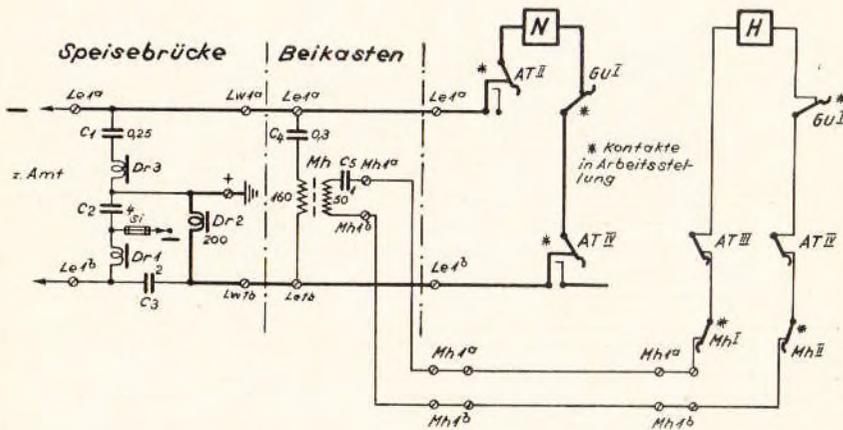

Bild 228. Nebenstelle führt Amtsgespräch; Hauptstelle hört mit.
5. Mithören und Mitsprechen (Bild 228):